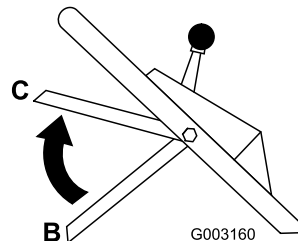

Рисунок 20
3. Поднимите штангу управления ножом вверх в среднее положение, на расстояние приблизительно на 12,7 см ниже поперечной рукоятки (положение С на Рисунок 20).
4. Отпустите штангу управления ножом (положение В на Рисунок 20).